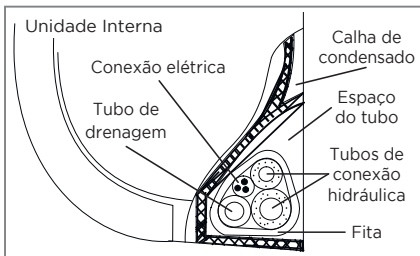

FIG. 11 - TUBOS DE CONEXÕES
Enrolar o cabo de conexão, o tubo de drenagem e os cabos elétricos com fita conforme indicado na Fig. 11.
- Fixe o suporte à parede com parafusos autoatarraxantes através dos furos próximos à borda externa dele como mostrado na Fig. 11 (Coloque parafusos em todos os furos superiores).